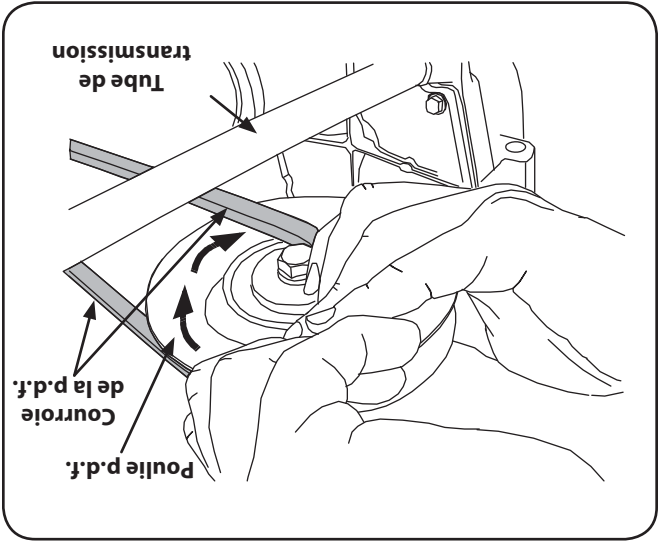

Figure 7-5
11. Tirez le côté droit de la courroie vers l'arrière et placez le côté en V de la courroie dans la gorge avant droite de la poulie de la prise de force. Voir la figure 7-5.
12. Tenez la courroie et la poulie et faites tourner la poulie vers la gauche (Voir la figure 7-5). Continuez à tenir et à faire tourner la poulie et la courroie jusqu'à ce que la courroie soit complètement installée sur la poulie de la prise de force.
4. Tenez la courroie et continuez à tourner la poulie de la prise de force jusqu'à ce que la courroie soit complètement dégagée de la poulie. Voir la Figure 7-5.